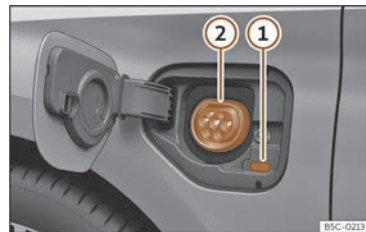

Fig. 56 Darrere de la tapa de càrrega de la bateria a la part davantera esquerra: Presa de càrrega.
>>> **fig. 56**
- Amb el vehicle desbloquejat, la tapa de càrrega de la bateria s'obre en pressionar-la >>> fig. 56.